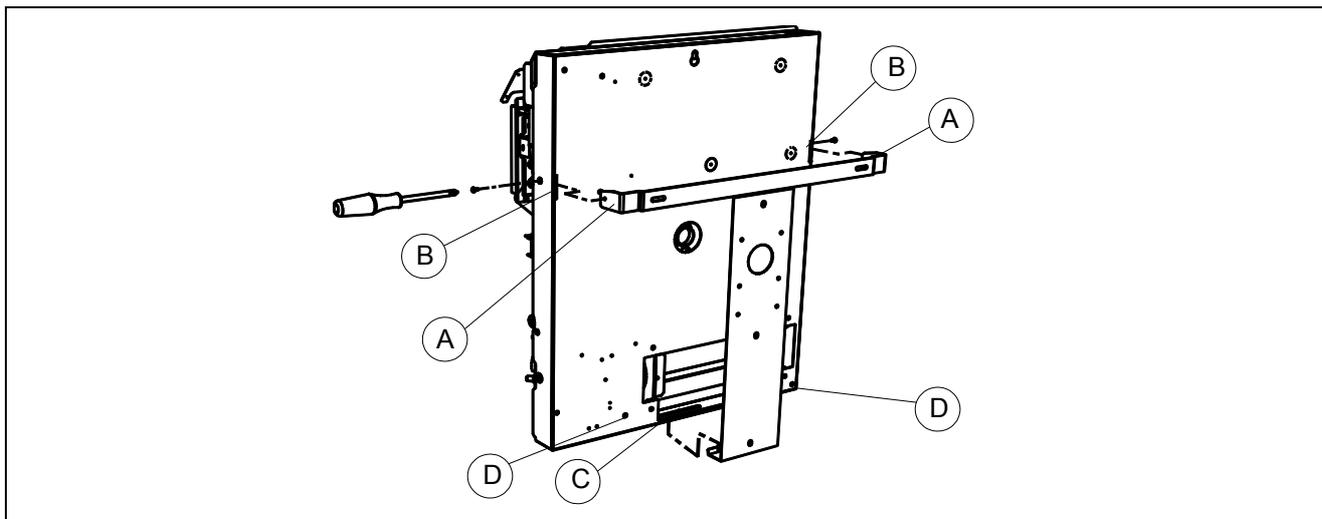
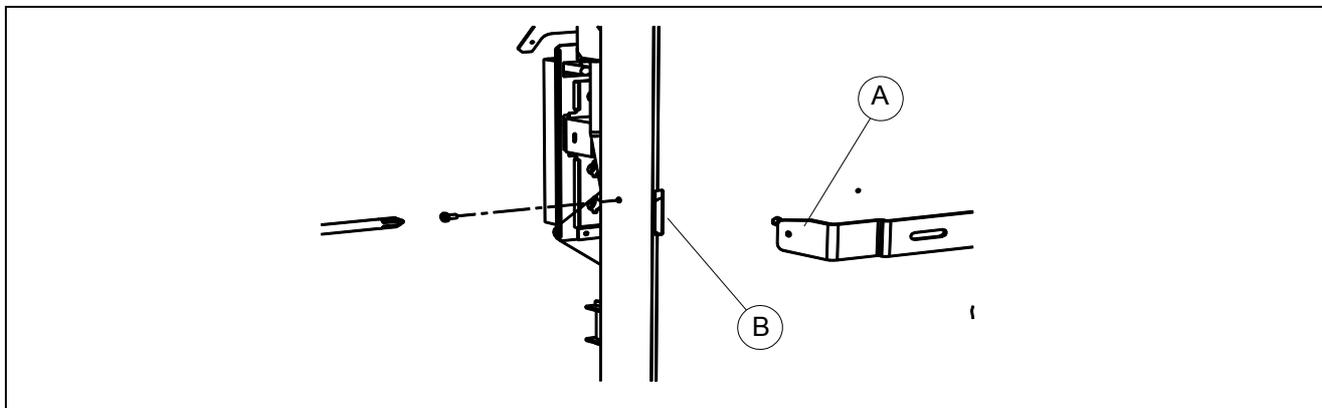

Рисунок 15 – КРЕПЛЕНИЕ К ОПОРНОЙ СКОБЕ ДЛЯ МОДЕЛЕЙ 4001, 4002, 5001 И 5002
Рисунок 16 – ДЕТАЛЬ КРЕПЛЕНИЯ ДЛЯ МОДЕЛЕЙ 4001, 4002, 5001 И 5002
11. Установить радиаторы моделей 4001, 4002, 5001 и 5002 на стену, оперев ушко С на нижней части рамы на опорную скобу, как указано на Рисунок 15. Насадить петли В на края А опорной скобы и прижать радиатор к стене так, чтобы он встал впритык к опорной скобе (см. Рисунок 16). Закрепить устройство на опорной скобе с помощью двух боковых винтов, как указано на Рисунок 16.